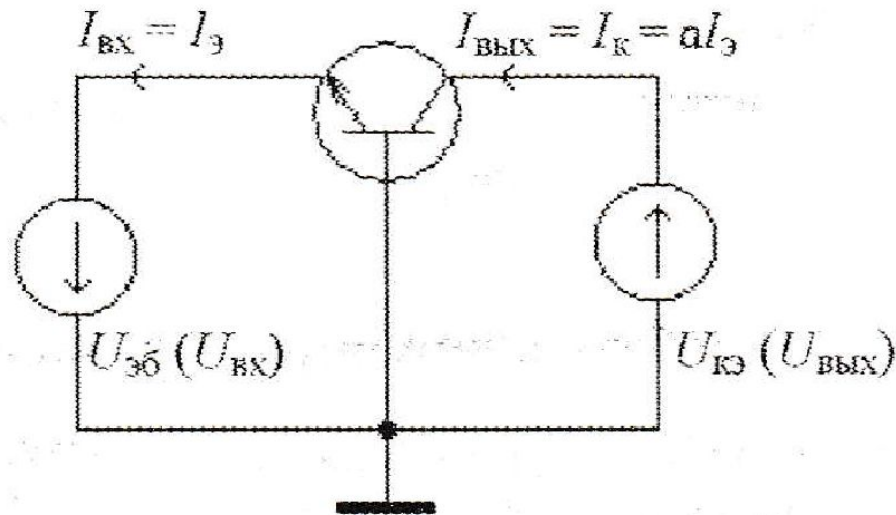

Рис. 10
1. С общей базой ($\alpha = I_K / I_Э \leq 1$) (рис. 10):